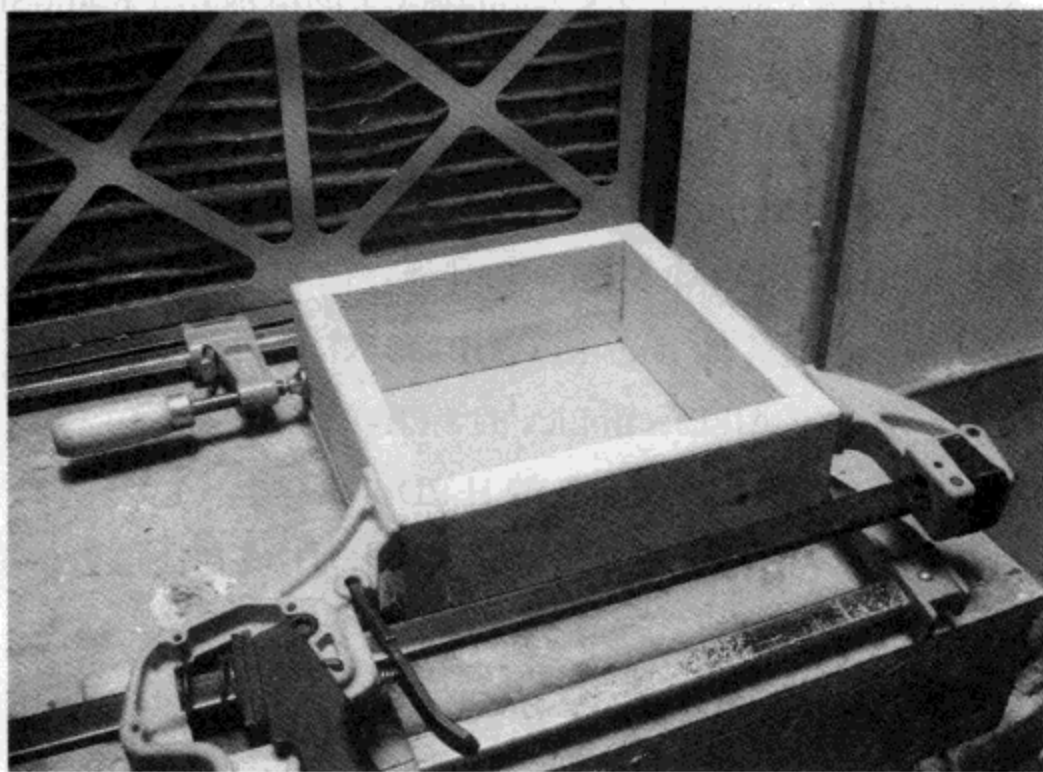

图10.2 胶干之前用额外的夹子夹住盒子的侧面
(3) 将木胶涂在露出的端面上, 将两个 L 型组件夹在一起, 做成一个盒子。如果你做的板子不是标准的方形, 可能还需要额外的夹子, 如图 10.2 所示。在胶